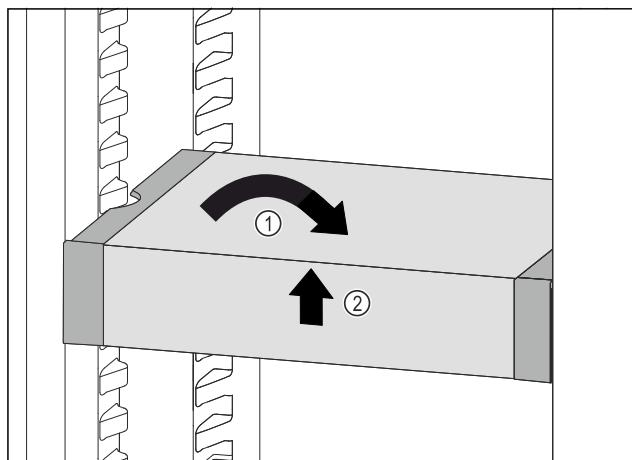

Fig. 57
- VarioSafe postavte rovně. Fig. 57 (1)
- VarioSafe vpředu zvedněte. Fig. 57 (2)